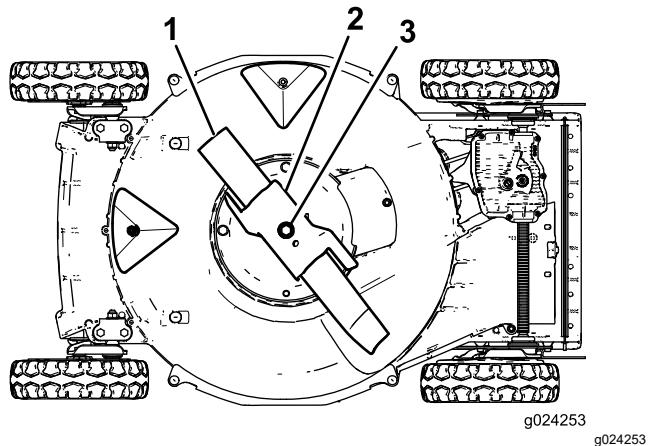

Figura 26
- Inclinate la macchina sul fianco **destro** (il filtro dell'aria in alto) come mostrato in Figura 26.